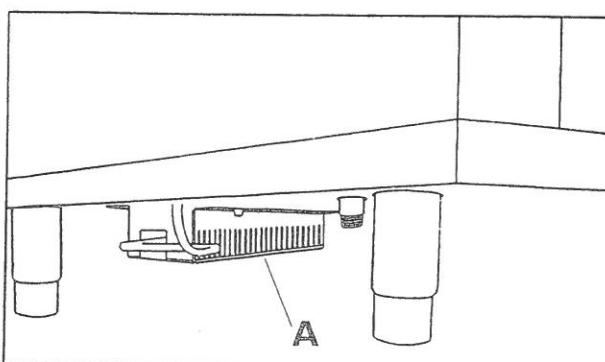

Fig. 31
- togliere la protezione del bruciatore sottostante il forno (**A - Fig. 31**);
- remove the burner's protection below the oven (**A - Fig. 31**);
- enlever la protection du brûleur sous le four (**A - Fig. 31**);
- Den Schutz unter dem Ofen entfernen (**A - Fig. 31**);
- quite la protección de la hornilla debajo del horno (**A - Fig. 31**);